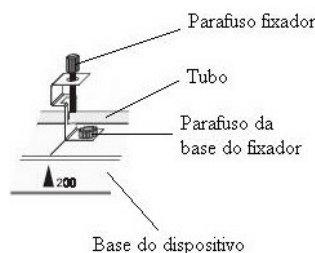

Figura 2 - Posição do fixador
3. No dispositivo de medida, fixe a peça na base do dispositivo numa das seguintes posições (figura 2): 200 mm, 400 mm ou 600 mm.
12. Registe o valor da temperatura (T) para a maior variação do ponteiro (Δs).